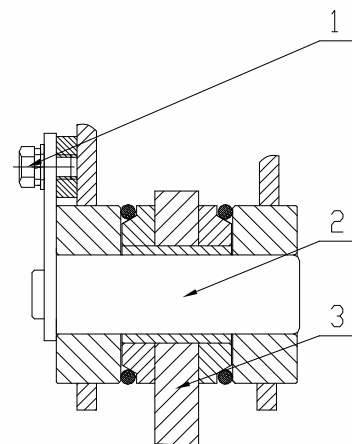

Figura 2
Suelte los pernos de la platina del pasador del cucharón (1, Figura 2) y luego retire el pasador del cucharón (2), saque el brazo de elevación (3).
Bloquee los pernos de la placa de clavijas del cucharón (1, Figura 2).